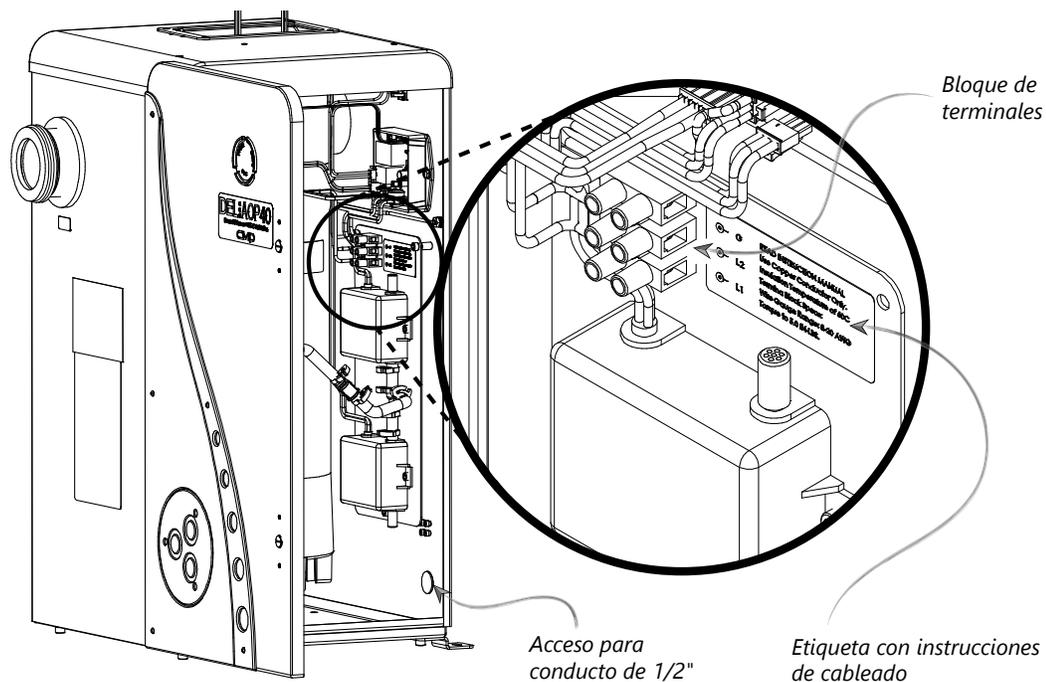

Figura 7: Bloque de terminales e instrucciones de cableado
- Conecte la línea 1, la línea 2 o neutro y la puesta a tierra al bloque de terminales según se indica en la etiqueta del panel eléctrico ubicada en la parte interior derecha del gabinete (véase la figura 7).